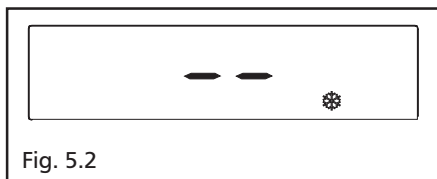

Fig. 5.2
- Antigelo (fig. 5.2): quando la temperatura dell'acqua di caldaia scende al di sotto dei valori di sicurezza si attivano il circolatore e il bruciatore alla minima potenza per riportare la temperatura dell'acqua a valori di sicurezza (35 °C).